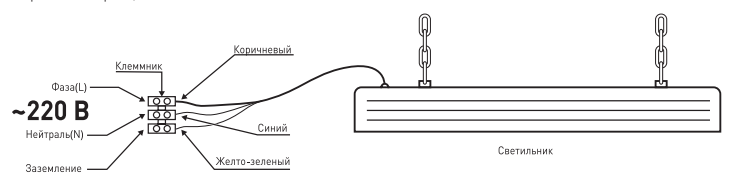

Рис. 1. Схема подключения светильника к сети 220В.
3.3.2. Этот провод необходимо подключить к проводу источника питания с помощью клеммника в соответствии со схемой, изображенной на рис.1;